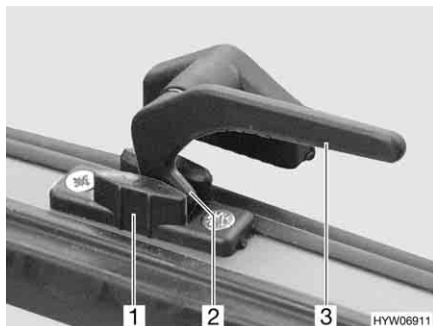

Fig. 93 Alavanca de trava na posição "Arejamento contínuo"
- Na posição "Arejamento contínuo" (Fig. 93)
- Gire todas as alavancas de trava (Fig. 93,3) um quarto de volta na direção do meio da clarabóia.
- Gire novamente para trás todas as alavancas de trava. Nessa ocasião, introduza a ponta de trava (Fig. 93,2) no entalhe do dispositivo de bloqueio da clarabóia (Fig. 93,1).